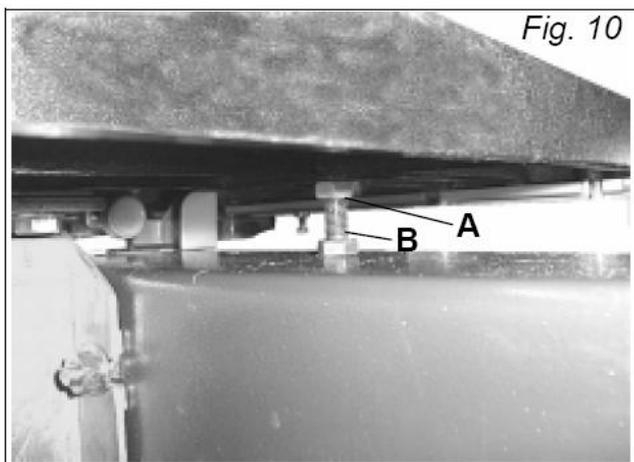

Рис. 10
Стопорный винт расположен на верхней части корпуса нижнего шкива. Чтобы выставить стол, ослабьте стопорную гайку (B), затем отрегулируйте винт (A). Снова затяните стопорную гайку (B), зафиксировав положение стола. Рис. 10.